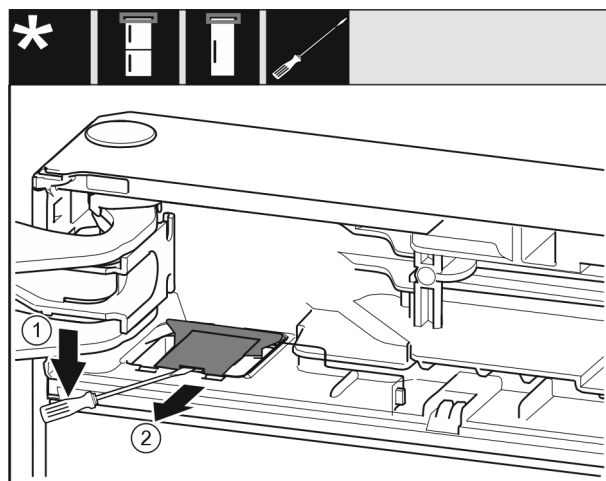

Fig. 9
► Используя шлицевую отвертку, освободите и поднимите крышку. Fig. 9 (1)
► Извлеките крышку. Fig. 9 (2)